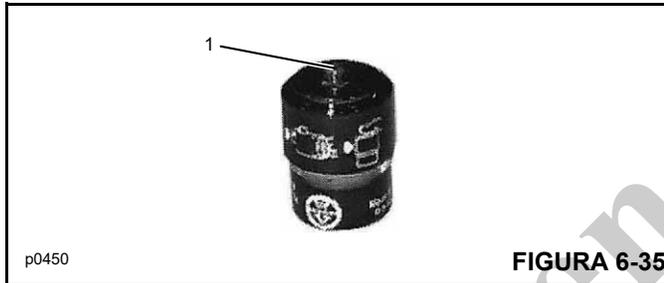

FIGURA 6-35
10. Zere o indicador de obstrução do filtro de ar pressionando o botão Reset (1, Figura 6-35).